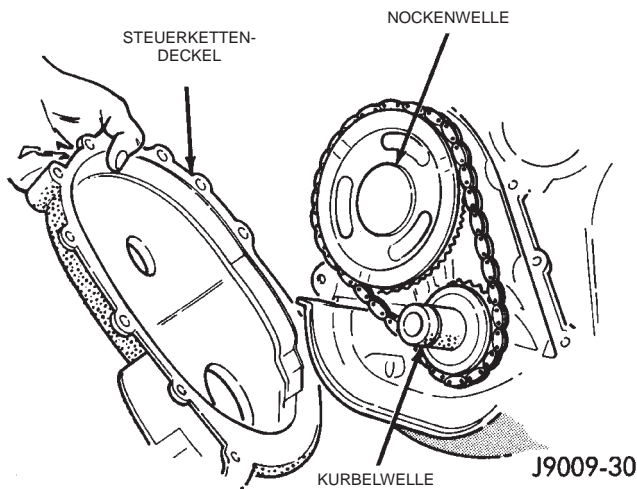

Abb. 50 Steuerkettendeckel
- (13) Steuerkettendeckel mit neuem Wellendichterring montieren (Abb. 50). Siehe Einbau der Steuerketten.